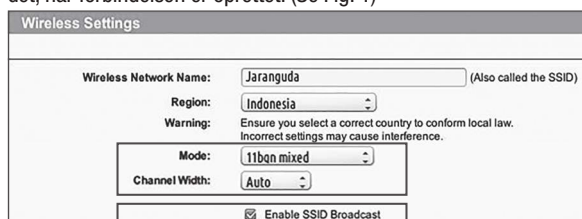

Fig. 1
2. Sørg for at din router 802.11 Mode til trådløs indstilling er b/g/n mixed. (Se Fig. 1)
3. Sørg for at din routers Channel/Band Width til trådløs indstilling er Auto eller 20M eller 20M mixed 40M. (Se Fig. 1)
4. Sørg for at din routers Enable the SSID Broadcast funktion er markeret, når du tilslutter maskinen med APP'en. Og du kan lukke det, når forbindelsen er oprettet. (Se Fig. 1)